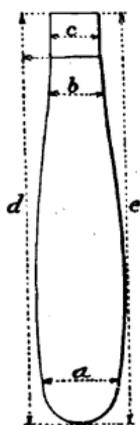

Fig. 375.
**MANCHES DE LIMES.** — La plupart des manches de limes (fig. 375) ont une virole en fer; on doit percer un trou aux deux tiers environ de la longueur de l'axe avant que d'y introduire la lime, et s'il arrive que ce trou ne soit pas assez profond, la lime pique en plein bois et le fait fendre. Il doit être fait en même bois que le manche de crochets. Les formes et les dimensions les plus usitées sont connues. L'about d'appui de la main doit être plutôt plat que trop arrondi.